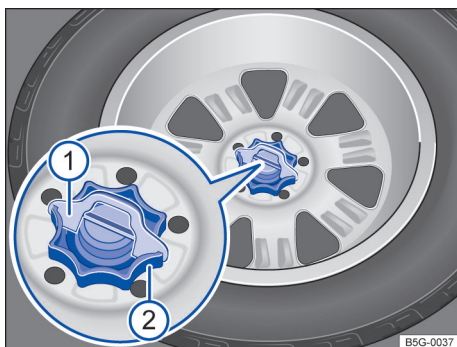

Fig. 226 No compartimento de bagagem: roda recartilhada para fixar a roda sobressalente.
- Extraia a cunha de segurança contra rodagem → Fig. 226 ① para cima.
- Desrosqueie por completo a roda recartilhada central que sujeita a roda sobressalente ②, no sentido anti-horário, e extraia a roda.